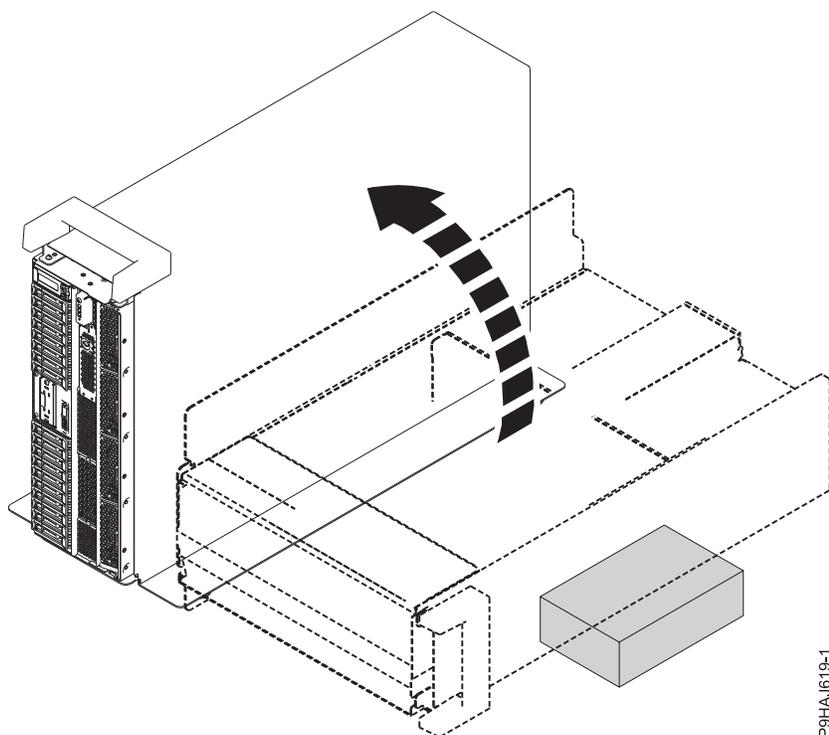

Figura 70. Movendo o sistema independente para a posição vertical
- a. Incline cuidadosamente o sistema independente da posição horizontal de volta para sua posição vertical. Consulte o Figura 70 na página 92.